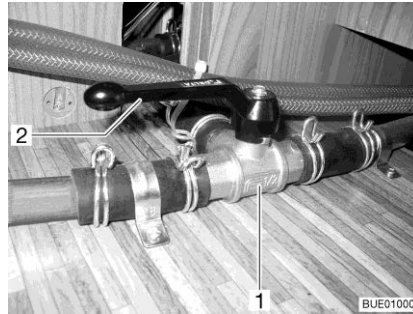

Bild 216 3-vägsventil
- Ställ spaken (Bild 216,2) till 3-vägsventilen (Bild 216,1) parallellt med den raka genomflödesriktningen (Bild 216).
- Ställ spaken (Bild 216,2) till 3-vägsventilen (Bild 216,1) tvärs mot den raka genomflödesriktningen.